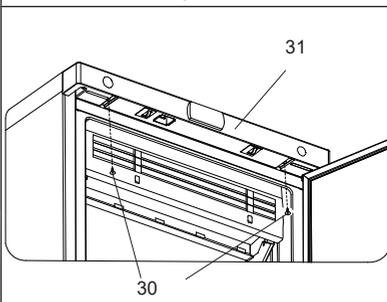

Рисунок 15
1. Выкрутите винты 30 передней панели 31 (см. рис. 15).